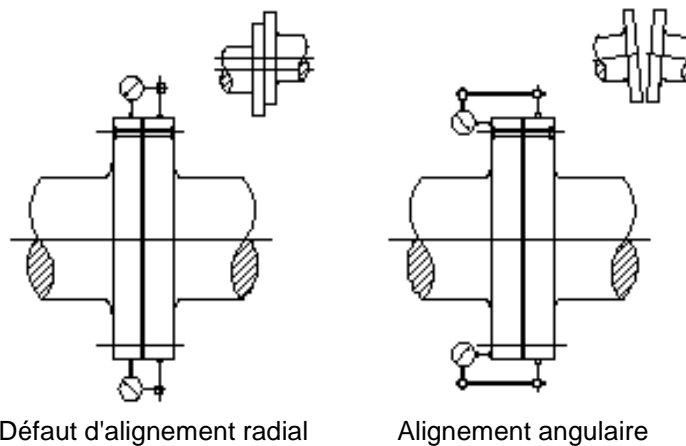

Figure 3-9 Vérification de l'alignement à l'aide de comparateurs
3. Montez le matériel d'alignement. Si des comparateurs sont utilisés, il est recommandé de régler le comparateur à cadran de sorte à placer l'aiguille environ au centre du cadran. Vérifiez la rigidité des supports du comparateur pour ne pas qu'ils se détendent. Reportez-vous à *Figure 3-9 Vérification de l'alignement à l'aide de comparateurs*.